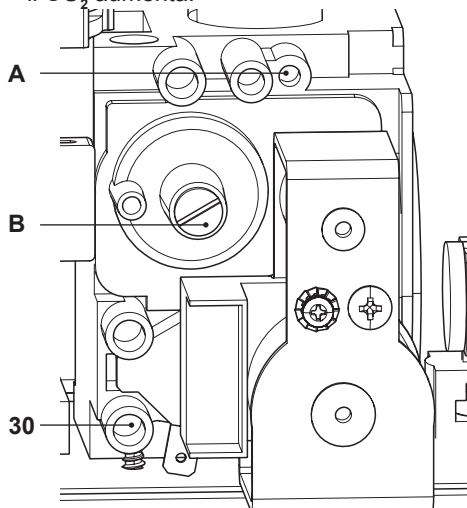

Figura 7.5
- A caldaia spenta (fuori servizio), controllare la pressione di alimentazione utilizzando la presa 30 in Figura 7.5 e confrontare il valore letto con quelli riportati nella tabella Pressioni di alimentazione gas nella sezione "Dati tecnici" pag. 24.
- Richiudere bene la presa di pressione 30 in Figura 7.5.
e agire sulla vite a brugola \varnothing 4 mm sottostante Figura 7.5, girando in senso orario il **CO₂** aumenta.
- Se i due dati non coincidono agire sulla vite regolazione massimo RQ (**A** in Figura 7.5) della valvola gas e tarare il CO_2 allo stesso valore riportato nella sezione "Dati tecnici" in tabella "Dati in sanitario" pag. 24 (modello **M260.1616 SV/M**), pag. 28 (modello **M260.2025 SV/M**) e pag. 32 (modello **M260.3035 SV/M**). Girando in senso orario il CO_2 diminuisce.